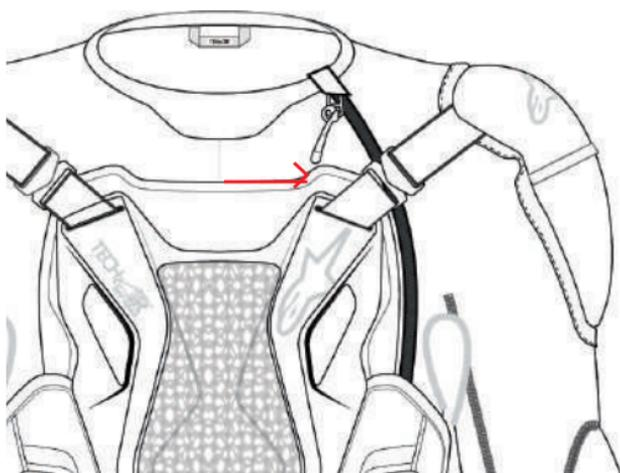

Рисунок 8: Включение системы при застегивании молнии активации (1)
Чтобы начать использование системы Tech-Air[®] Off-Road, пользователю необходимо надеть жилет и полностью застегнуть молнию активации (1) снизу вверх (см. рисунок 8). Встроенный датчик автоматически определяет, что молния активации (1) была закрыта, и начинает процесс включения системы.